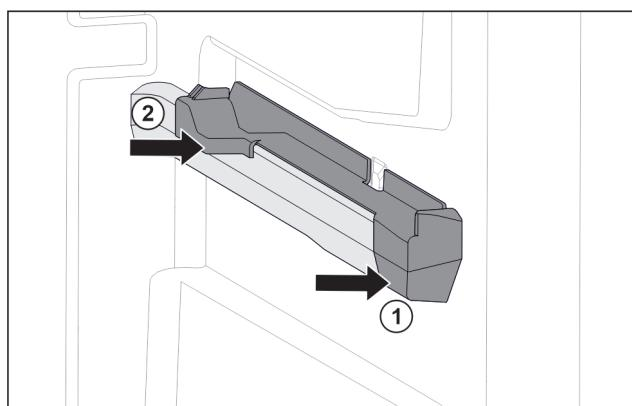

Fig. 116 Nasazovací díl na pravém žebrování na nádoby
- Nasadte nasazovací díl na žebrování na nádoby. Fig. 116 (1)
- Přitlačte nasazovací díl k zadní části. Fig. 116 (2)